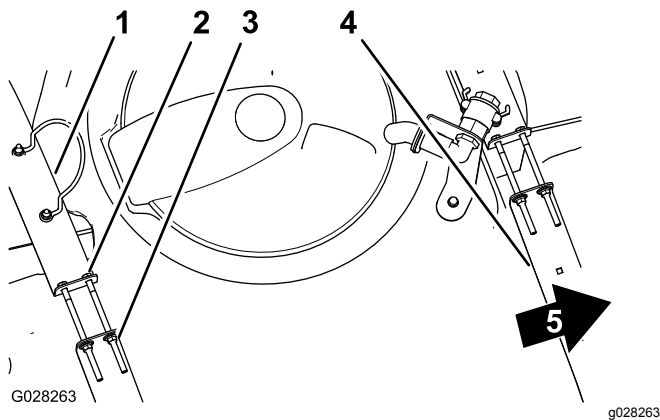

図 68
2. タンクとタンク固定ベルトとの間に、たるみができていないか点検する 図 68。
3. ベルトにゆるみがある場合には、ベルトの上部にあるフランジロックナットとボルトを締めてベルトとタンクとが面一になるようにする 図 68。